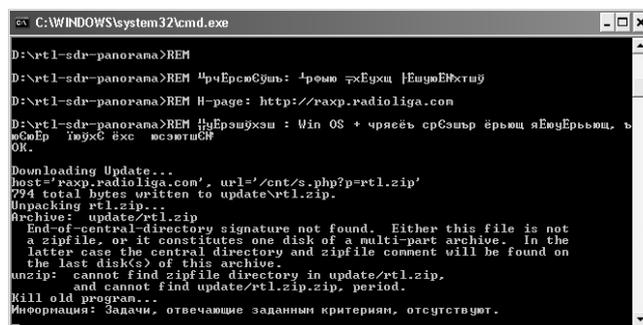

Рис. 7. Режим обновления ПО
- Сохраним батничек в файл “update.bat” и запустим его на выполнение (см. **рис. 7**).